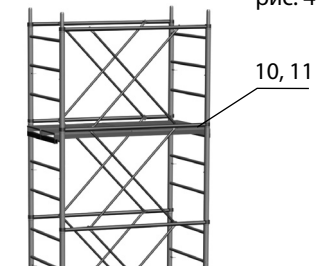

рис. 5
- Установить настилы на высоте не более 19,4 м (рис. 5).
- Последняя секция вышки, служит ограждением рабочей зоны (рис. 5).